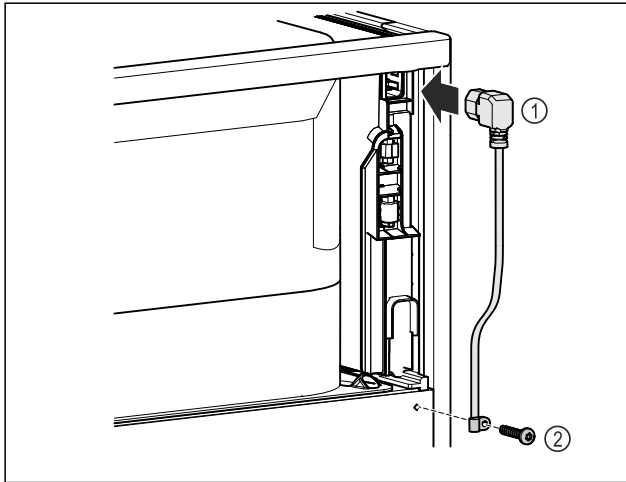

Fig. 72
- ▶ Kaltgeräteeuchse der Netzanschlussleitung Fig. 72 (1) auf der Rückseite des Gerätes einstecken.
- ▶ Zugentlastung montieren. Fig. 72 (2)